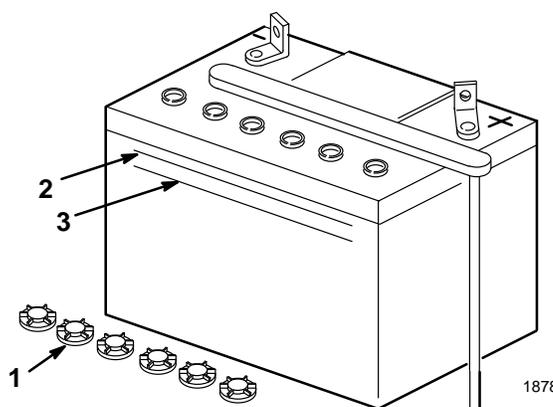

Abbildung 21
2. Auf die Seite der Batterie sehen. Die Füllsäure muß bis zur OBEREN Linie reichen (Abb. 21). Die Säure darf nicht unter die UNTERE Linie fallen (Abb. 21).
2. Die Verschlußdeckel losschrauben (Abb. 21).
3. Langsam in jede Batteriezelle destilliertes Wasser gießen, bis der Flüssigkeitsstand die OBERE Linie (Abb. 21) am Batteriegehäuse erreicht.